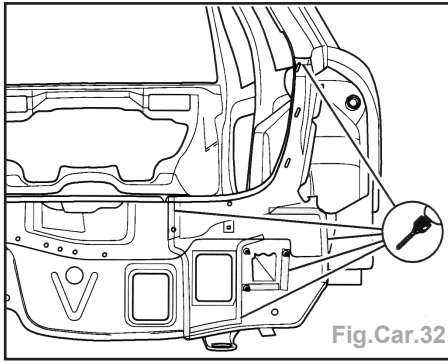

Fig.Car.32
- Dégraffer le soudage d'origine entre la tôle de fermeture côté D et la pièce latérale, la gouttière, le plancher du coffre et le longeron (Fig.Car.32).